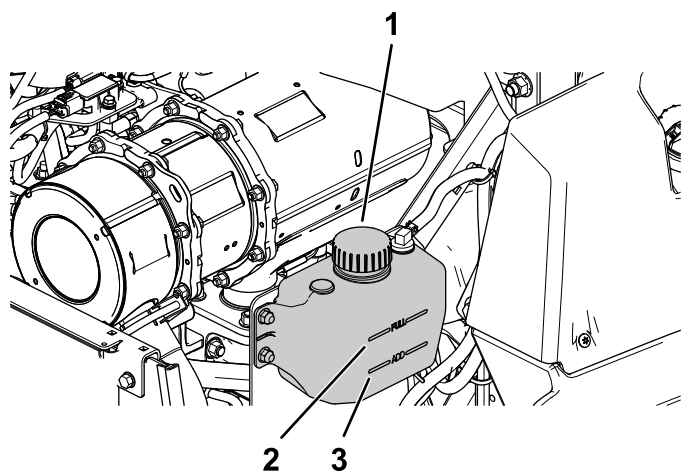

Figure 58
2. Vérifiez le niveau du liquide de refroidissement dans le vase d'expansion (Figure 58).
3. Si le niveau du liquide de refroidissement est trop bas, enlevez le bouchon du vase d'expansion et faites l'appoint de liquide spécifié (Figure 58).